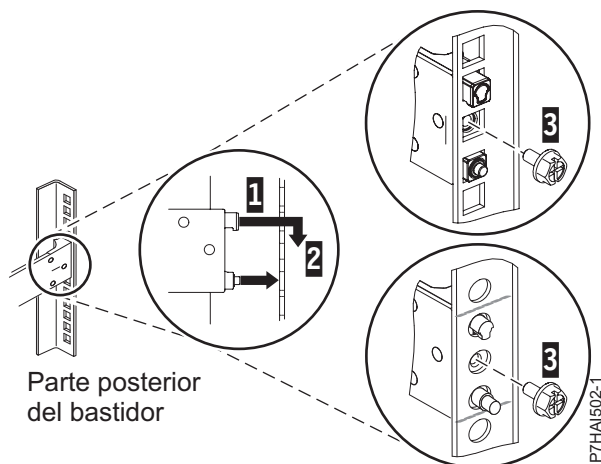

Figura 20. Alineación de las patillas con los orificios de la parte posterior del bastidor
3. Alinee las dos patillas de la parte posterior del riel deslizante con los orificios superior e inferior dentro de la unidad EIA seleccionada que se marcaron anteriormente. Tire del riel deslizante hacia usted para insertar las dos patillas en los orificios del bastidor (1), y baje el riel deslizante (2) para fijar el mecanismo de enganche de la patilla superior. Para obtener más de talles, consulte Figura 20 en la página 23. Asegúrese de que las dos patillas sobresalen de los orificios antes de proceder con el paso siguiente.